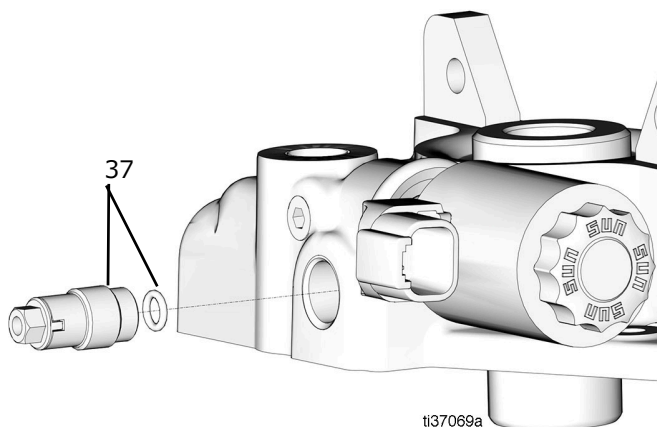

図 73
33. Oリングをチェックバルブの上に配置してから、ポンプアウトレットに配置して、締め付けます (16 ft-lb/21.7 N•m のトルク)(図 73)。